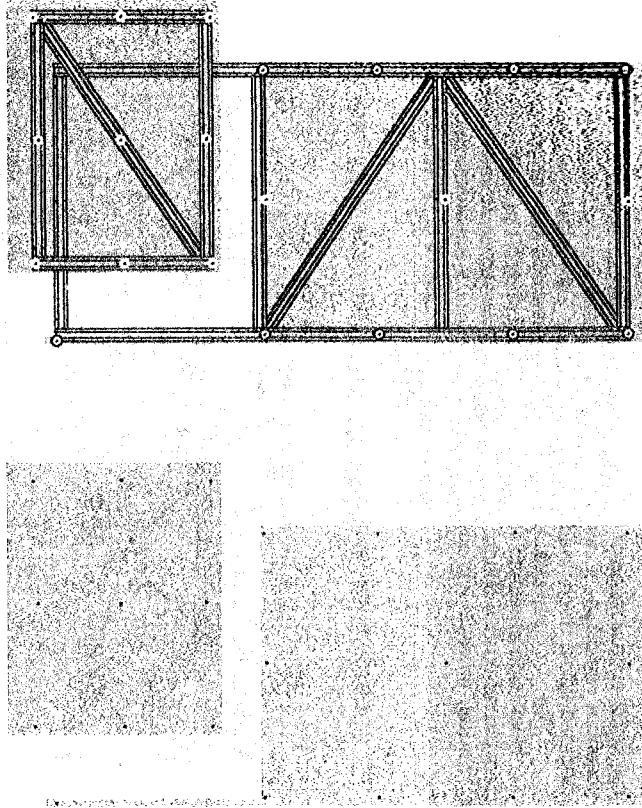

Рис. 11 Крепление покрытия к двери и форточке
- 3.8.5. Положите вырезанный прямогульник покрытия двери с форточкой на каркас двери с форточкой между боковыми покрытиями торцов. Маркером отметьте места крепления покрытия к двери и форточке и отметьте линии вырезки форточки. Просверлите отверстия в отмеченных местах и вырежьте форточку как показано на рис. 11.